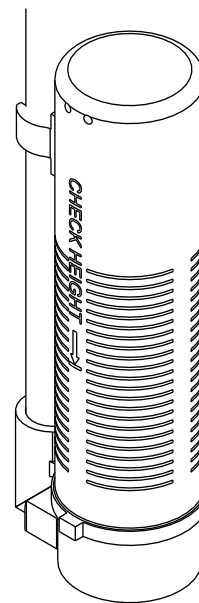

Figure 1 Air-check résidentiel
9. Placez environ 25 mm (1 po) d'eau au-dessus de la grille. Si aucune grille n'est utilisée, remplissez jusqu'en haut de l'air-check (Figure 1) situé dans le bac à sel. N'ajoutez pas de sel dans le bac à saumure à ce stade.